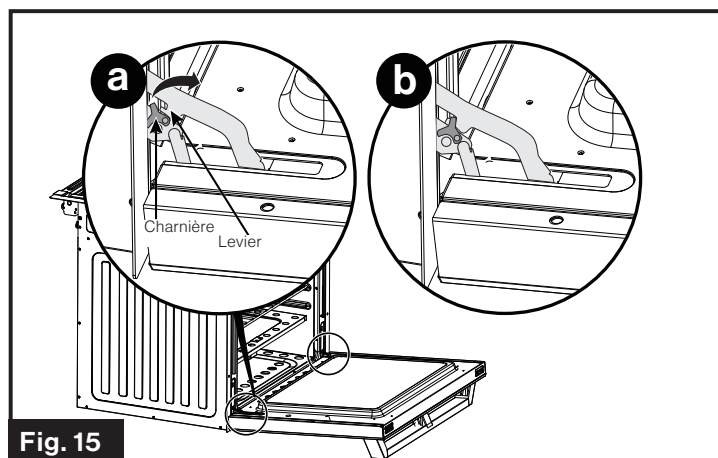

Fig. 15
3. Tournez la charnière (une de chaque côté) vers vous pour que le levier s'enclenche. (Fig. 15)